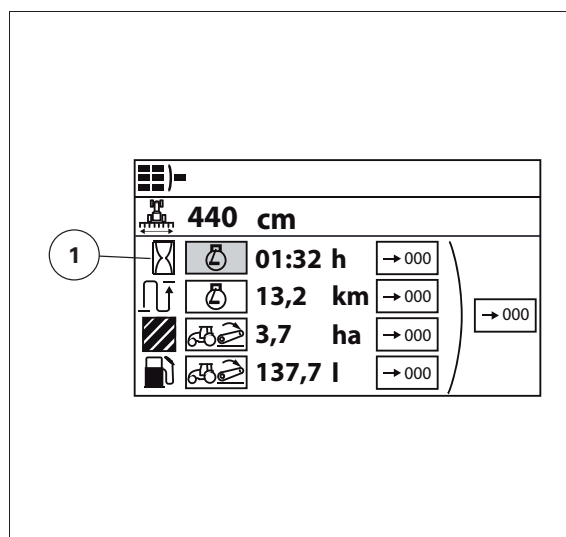

Fig. 35.
2. Utilice las teclas de flecha hacia arriba y hacia abajo para seleccionar la función que se va a modificar fig. 35.